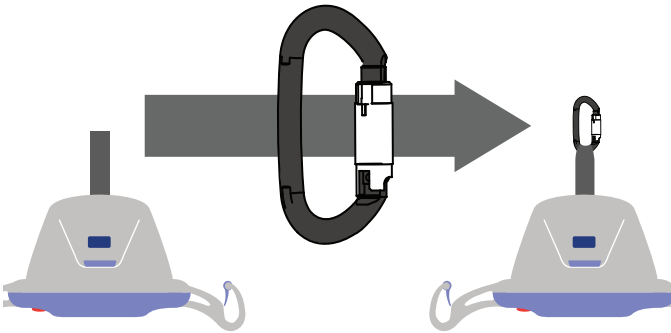

Fig. 2
2. Zaczepić nowy trój etapowy karabinek do pasa podnośnika. Zob. rys. 2.